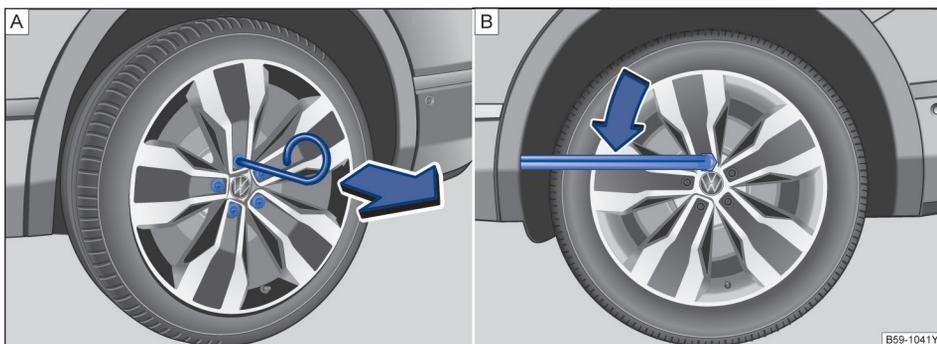

图 212 A 从车轮螺栓上拔下盖罩 B 更换车轮：松开车轮螺栓
- 将钢丝钩穿过开口插入盖罩内→图 212 A，然后沿箭头方向将其拔下。
- 将车轮扳手套到车轮螺栓上，然后推到限位位置→图 212 B。